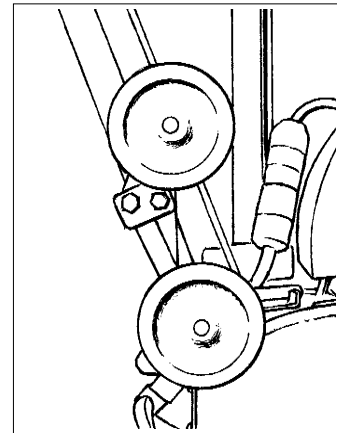

Figura 5
- Para guardar el rodillo pulidor en la posición "UP", gire el mismo hacia arriba contra la parte superior de la unidad principal tanto como sea posible y cierre las palancas de liberación rápida para asegurarlo en su lugar. (Consulte la figura 5)